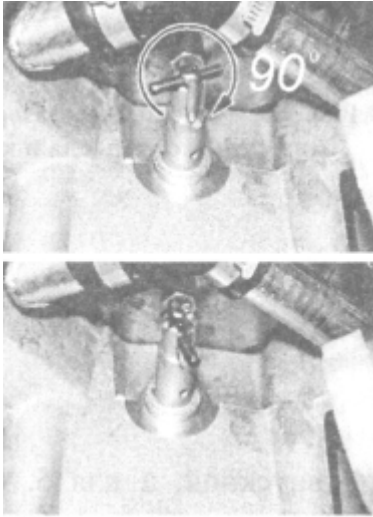

Рис. 9.9. Установка фиксатора в глубокий паз.
- оттянуть фиксатор на картере маховика, повернуть его на 90° и отпустить, при этом фиксатор под действием пружины установится в нижнее положение (рис. 9.9);